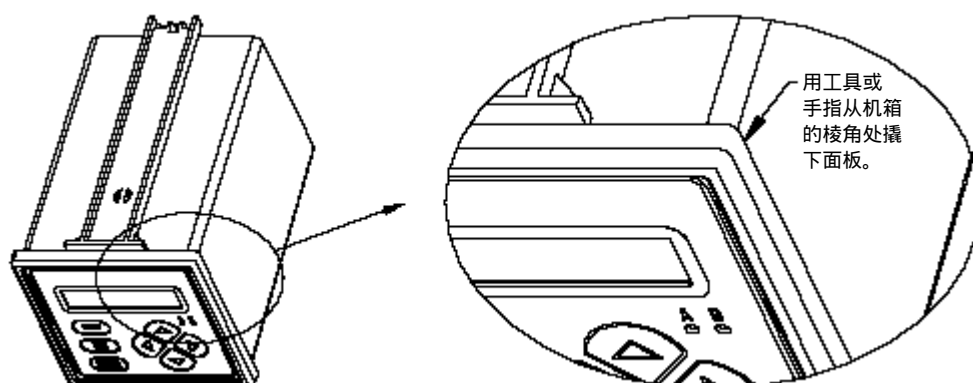

图 4-1 取下仪器面板
2. 用一个平头的小刀或螺丝刀，将前面板取下。从图 4-1 所示的前面板的棱角处撬下面板。（如果面板被损坏了没有关系，GLI 保险丝套件有面板的备件。）